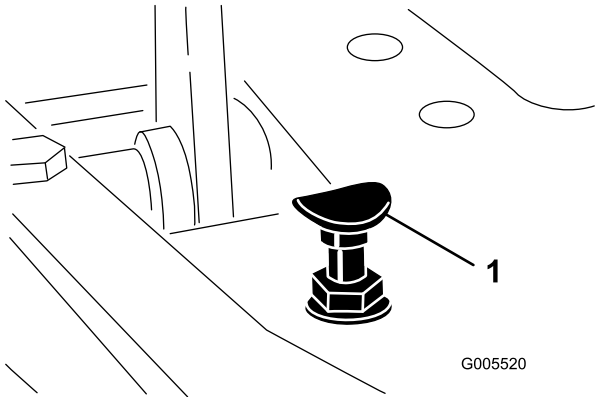

图40
要获得最大行驶速度请将功能控制杆放在行驶位置并踩下驱动踏板。如果在拉线感到张紧力之前踏板接触到限位器 图40 请执行以下调节程序
1. 将功能控制杆放在行驶位置松开将踏板限位器固定至底板上的锁紧螺母 图40。